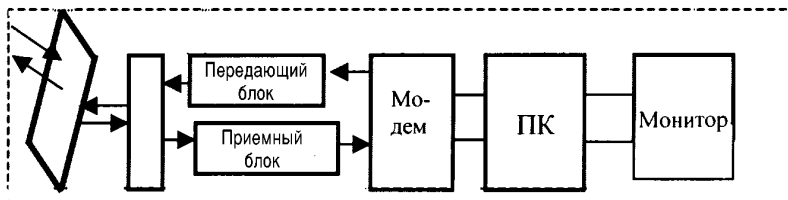

Рис.2
**Комплекс управления станцией (рис.2)** представляет собой автономный блок, расположенный в центре управления на морском судне (в автомобиле). Состоит он из модема, компьютера с блоком управления комплексами пилотирования с телекамерой и подводного робота (для морского варианта); блока приема-передачи с антенной, аппаратурой криптозащищенной передачи сигналов управления и приема звукового и видеосигналов или командно-телеметрических радиоданных; монитора для отображения управляющих команд, видеоинформации с ПК; видеозаписывающей и другой анализирующей аппаратуры.